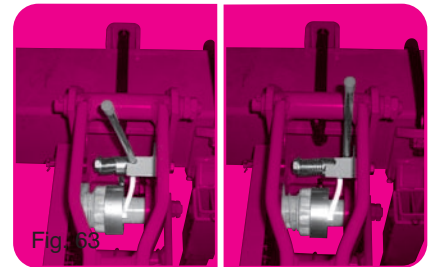

Fig. 63
- Débrayage manuel de l'élément par levier (fig. 63)
- Manual declutching of the element via lever (fig. 63)
- Auskuppeln per Hand, über Hebel (Abb. 63)
- Handontkoppeling van het onderdeel d.m.v. de hendel (fig.63)